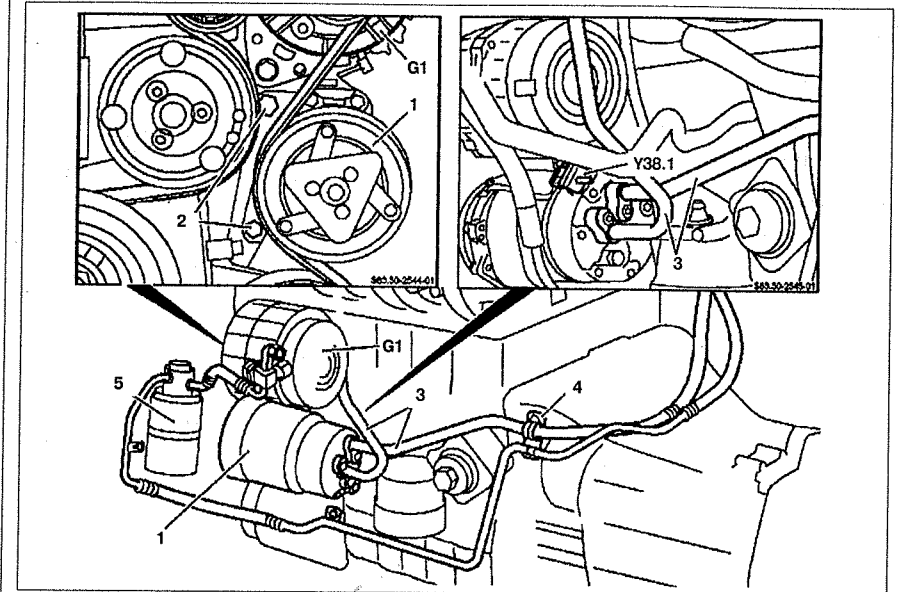

Рис. 10.8. Компрессор кондиционера: 1. Компрессор, 2, 4. Болт, 3. Подающая трубка, 5. Сливная трубка, G1. Генератор, Y38.1. Разъем проводки.
2. Снимите генератор G1 (см.рис.10.8).